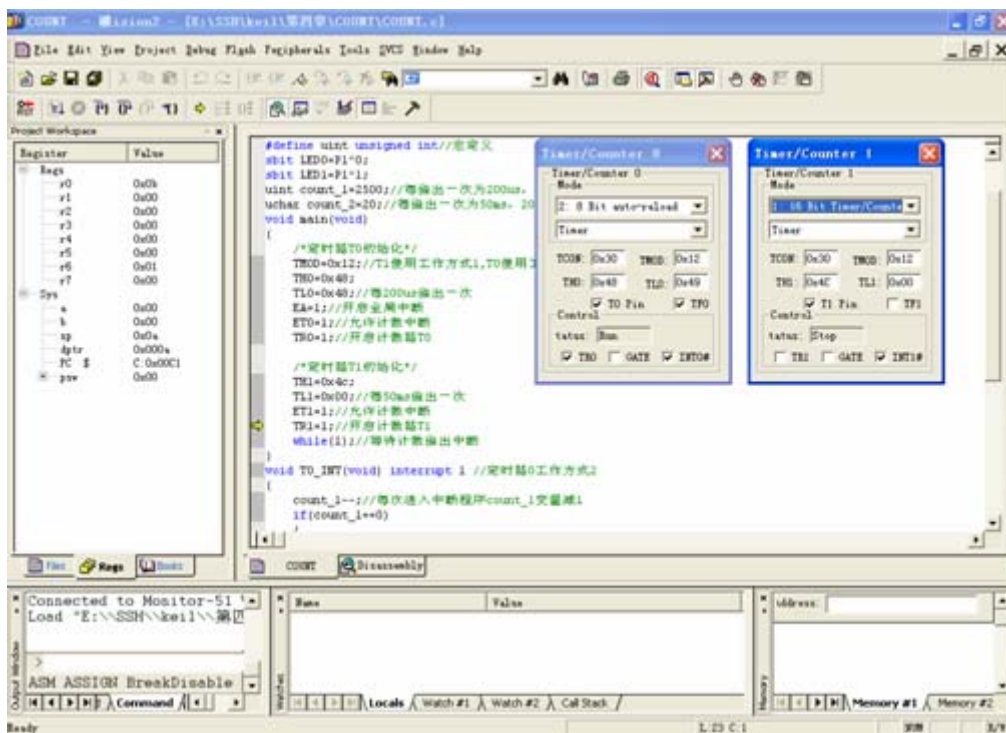

图 4-27
5. 在菜单 peripherals/timer/点击出，如图 4-27 的功能框，它是定时器/计数器 0 与定时器/计数器 1 的功能信息对话框，在里面可以清楚地看到定时器的运行情况。用  进行调试，观察当黄色光标在主程序中执行每一条语句时，在图 4-27 中的信息对话框中对应的变化。